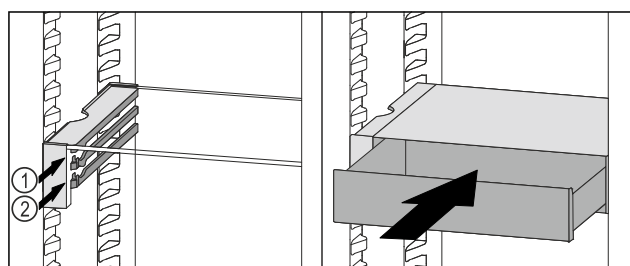

Fig. 89
- ▶ Placer le tiroir VarioSafe derrière les butées sur la nervure désirée Fig. 89 (1) ou Fig. 89 (2).